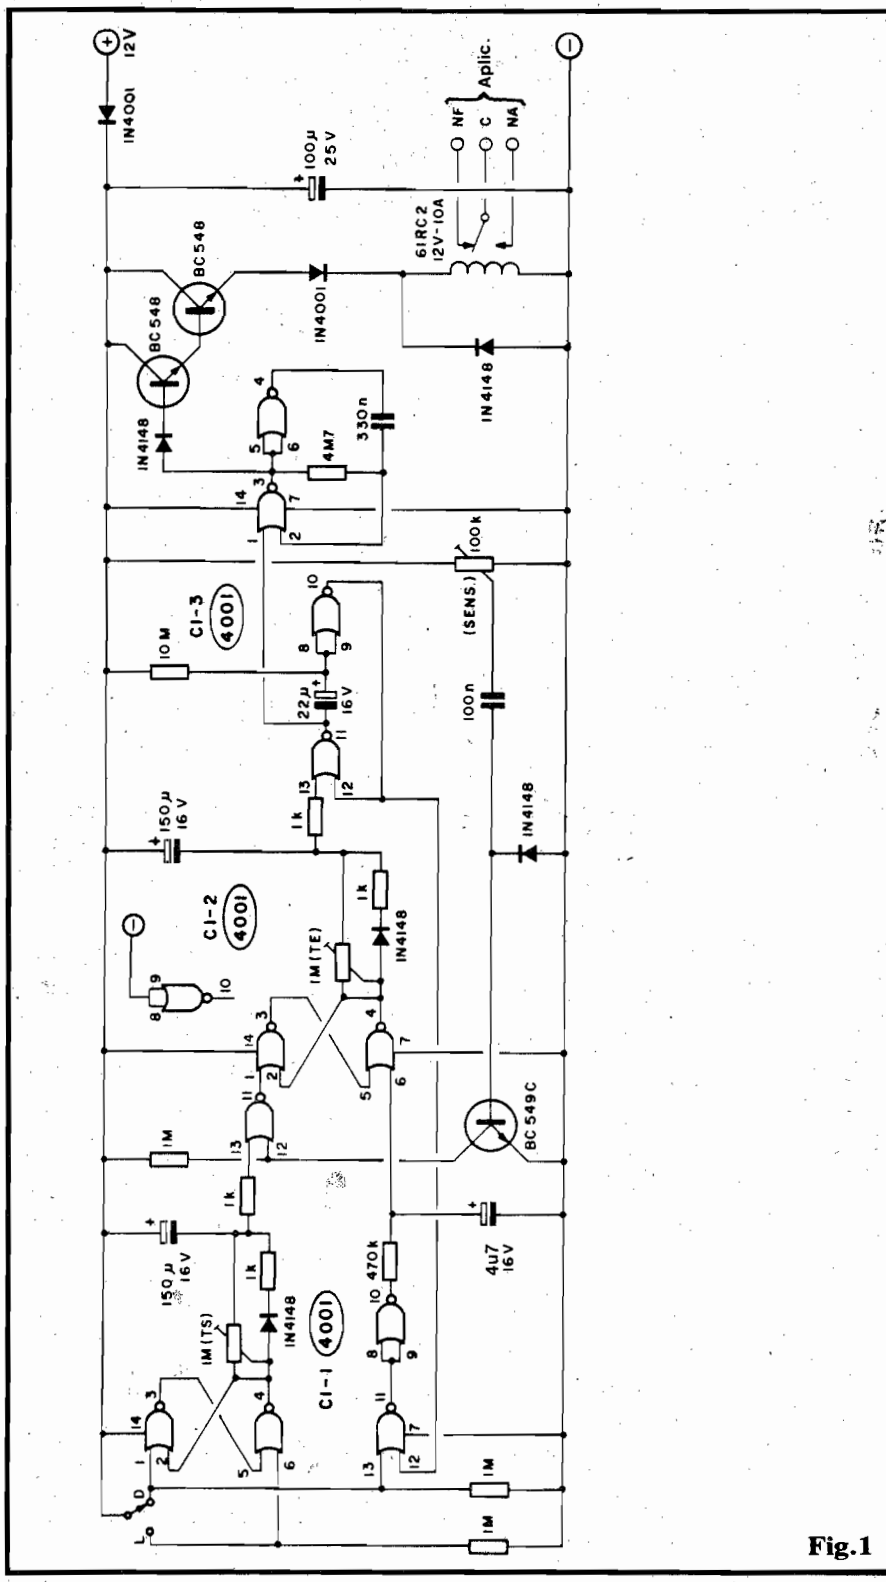

Fig.1
- FIG. 1 - O CIRCUITO - Logo “de cara”, vamos explicar esse negócio de “sensoreamento sem sensor”... Na verdade, existe **sim**, um sensor incorporado ao ALASSEN, que é a sua própria linha de alimentação (12V nominais)! O “gatilho” ou o “excitador” do sistema, é providenciado por um fenômeno super-simples, que ocorre em todo e qualquer circuito elétrico ou eletrônico, do mais elementar ao mais complexo: uma minúscula (mas **real...**) queda de Tensão geral de alimentação, sempre que uma nova “carga” (resistiva, indutiva, capacitiva, etc.) é momentaneamente ligada ou eletricamente anexada à tal alimentação! Vamos exemplificar, para Vocês entenderem melhor: suponhamos que, em “repouso” (com todas as aplicações elétricas **desligadas...**), a linha geral de alimentação do sistema elétrico do veículo mostre uma Tensão de 12,82V. Ao se abrir uma porta, acionando a lâmpada controlada pelo interruptor mecanicamente acoplado a dita porta, a Resistência do filamento da citada lâmpadinha, momentaneamente “carrega” a linha de alimentação, ocasionando uma (ainda que pequenínssima...) **queda** na Tensão **real** da tal linha (digamos, para 12,79V, ou seja: um diferencial de “menos 0,03V”...). Esse fenômeno ocorrerá com todo e qualquer dispositivo eletro-eletrônico existente no veículo, e é absolutamente **normal**! O circuito do ALASSEN, simplesmente deteta, amplifica, esse “degrauzinho” de Tensão, e o usa como “gatilho” para o disparo do alarme... Como é absolutamente **impossível** se entrar num carro, ou fazer funcionar qualquer “coisa” no veículo (incluindo aí, obviamente, o próprio funcionamento do motor...) sem